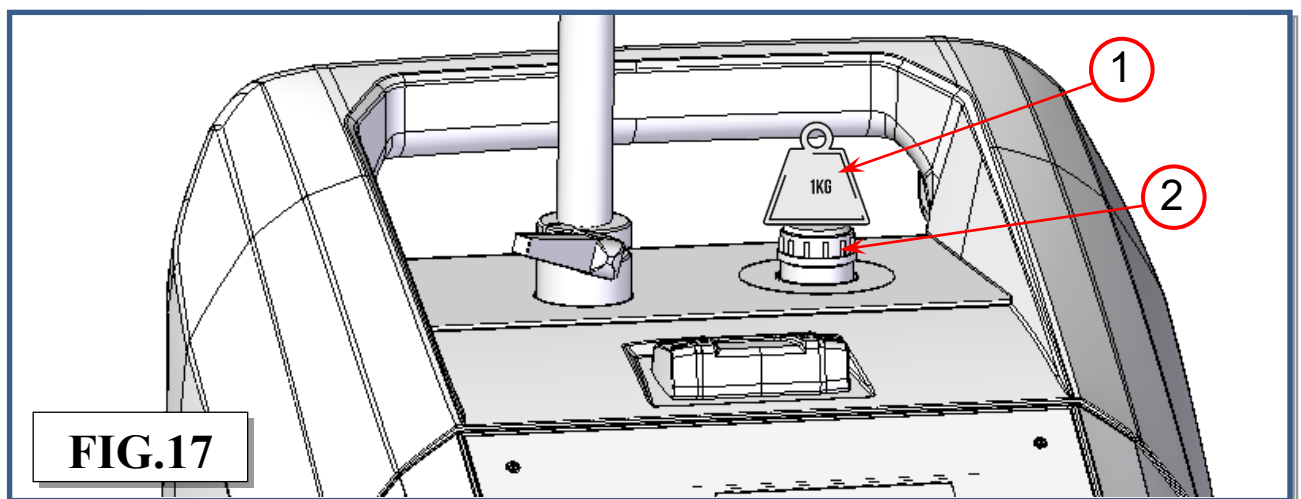

FIG.17
- Colocar um peso de referência de 1 kg (ref 1, Fig.17) sobre a tampa do Aditivo (ref 2, Fig.17).